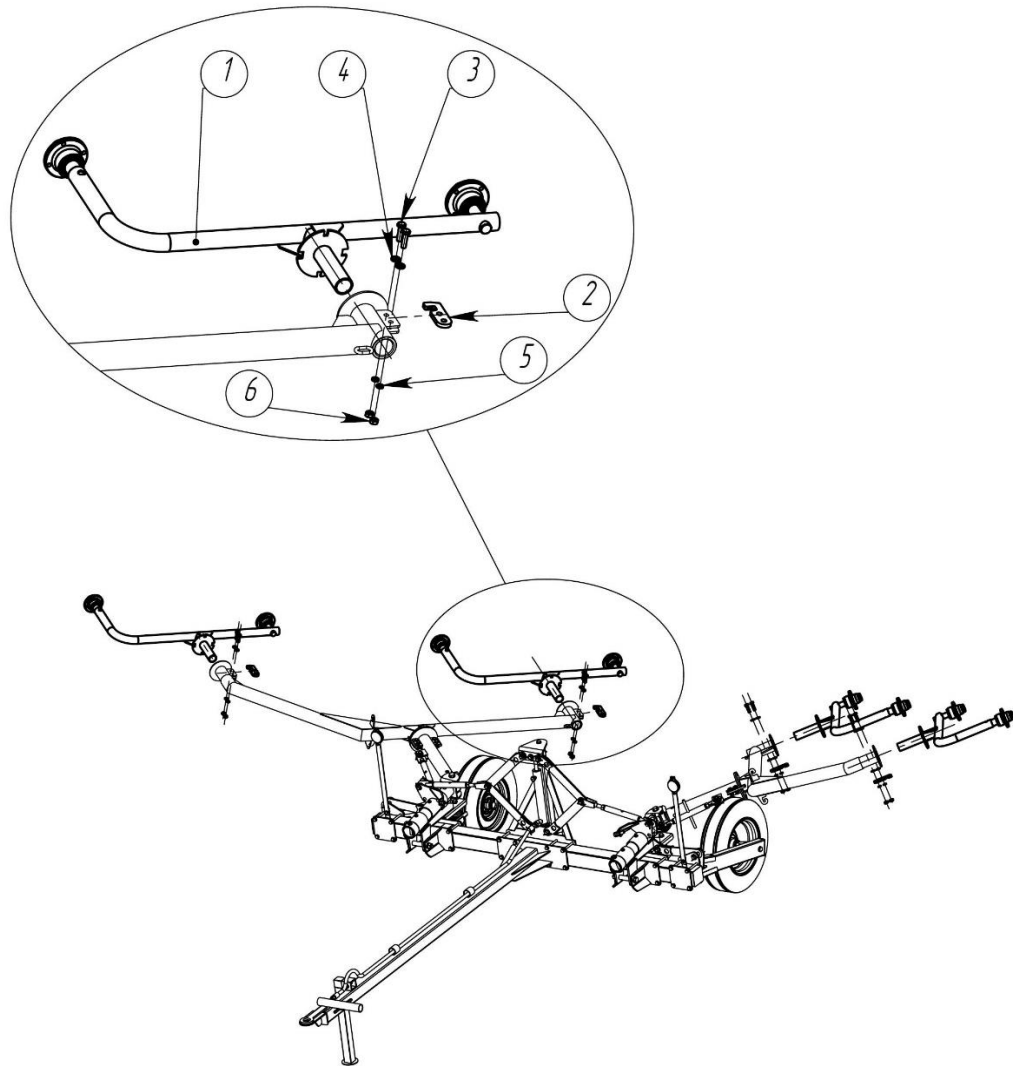

Рисунок 11 – Установка малого бруса
Малый брус (1) установите в посадочное место боковой секции, зафиксируйте прижимом (2) притянув болтом (3), шайбой (4), пружинной шайбой (5), гайкой (6) (Рисунок 11).